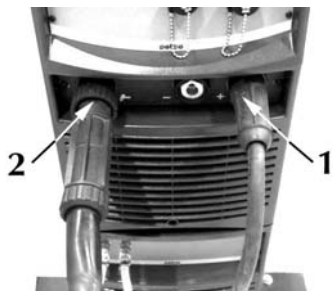

Abb. 11
- 1) Den Verbinders (Abb. 11) der Erdungsange an die Steckdose des Pluskabels (+) des Generators anschließen.